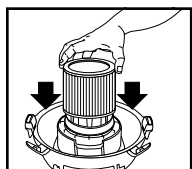

FIGURA 14
21. Con la tapa del depósito en posición invertida, deslice el filtro de cartucho hacia abajo sobre el alojamiento de la tapa, empujando hasta que el filtro se selle contra la tapa. **FIGURA 14.**